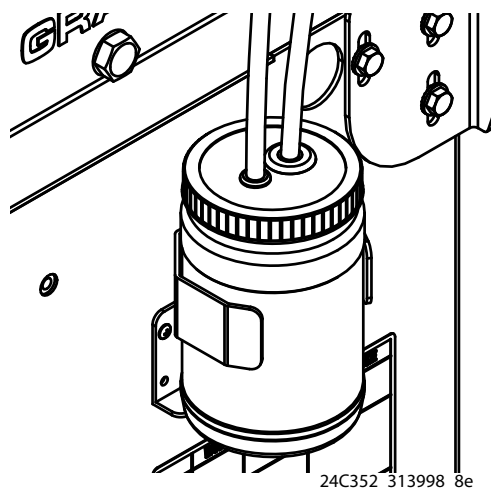

Рис. 17. Система подачи жидкости IsoGuard Select
2. Извлеките фитинги из впускного и выпускного отверстий цилиндра с жидкостью IsoGuard Select. Оставьте трубу подачи (ST), возвратную трубу (RT) и трубу контроля утечек (LT) подключенными к фитингам.
4. Извлеките резервуар (LR) для жидкости IsoGuard Select из кронштейна (RB) и открепите контейнер от крышки. Держа крышку над подходящим контейнером, извлеките обратный клапан и дайте жидкости IsoGuard Select стечь. Установите обратный клапан на впускной шланг. См. **Рис. 17**.
7. Привинтите резервуар к блоку крышки установите его в кронштейн (RB).
8. Протолкните трубу подачи (ST) приблизительно на 1/3 внутрь резервуара.
9. Проталкивайте возвратную трубу (RT) в резервуар, пока она не достигнет дна.